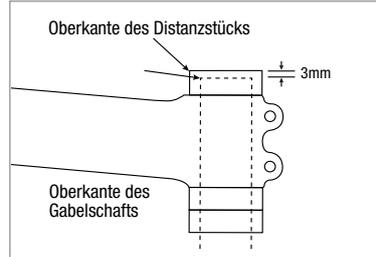

Abbildung 8
**HINWEIS:** Nachdem Abschneiden muss der Gabelschaft sich 3 mm unterhalb des 10 mm Distanzstücks befinden, um die Montage der Abschlusskappe zu ermöglichen (Abbildung 8). Beziehen Sie sich auf die nachstehenden zwei unterschiedlichen Anweisungen für das Schneiden von Carbon oder Leichtmetall/Stahl.